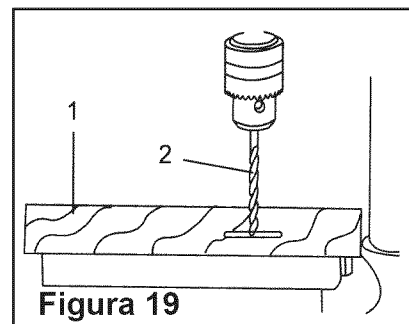

Figura 19
#### Pieza método (Figura 19 y 20)
1. Marca la profundidad (2) del agujero en el lateral de la pieza. (1) (Figura 19).
2. Con el interruptor "OFF", traerá la broca (2) hacia abajo hasta la punta del dedo es incluso con la marca (Figura 19).